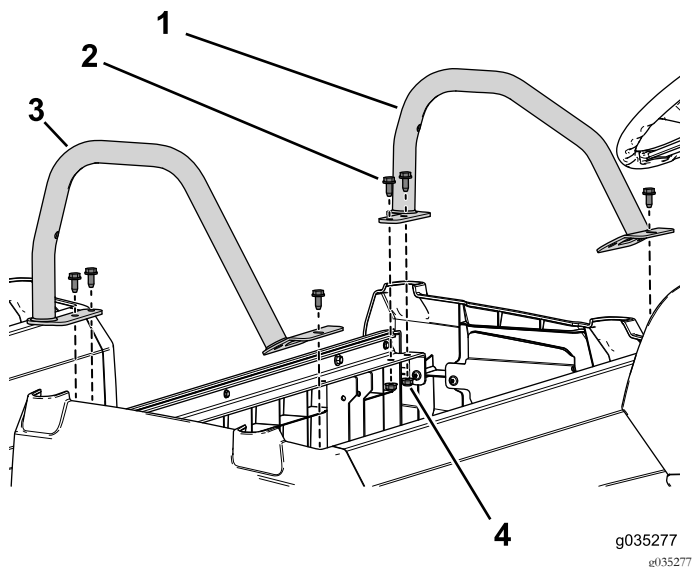

Figura 51
- Utilize os seis parafusos flangeados (3/16 x 3/4 pol.) e as porcas flangeadas para prender os suportes para as ancas esquerdo e direito à base do banco dianteiro (Figura 51).